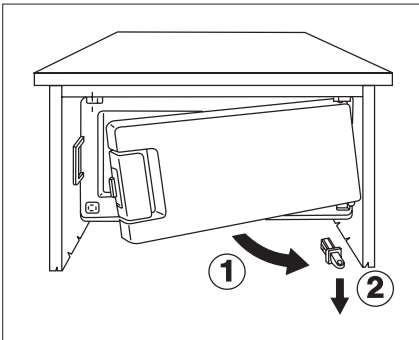

Abb. 6
- Gefrierfachtür nach unten abnehmen. (Bild 6).